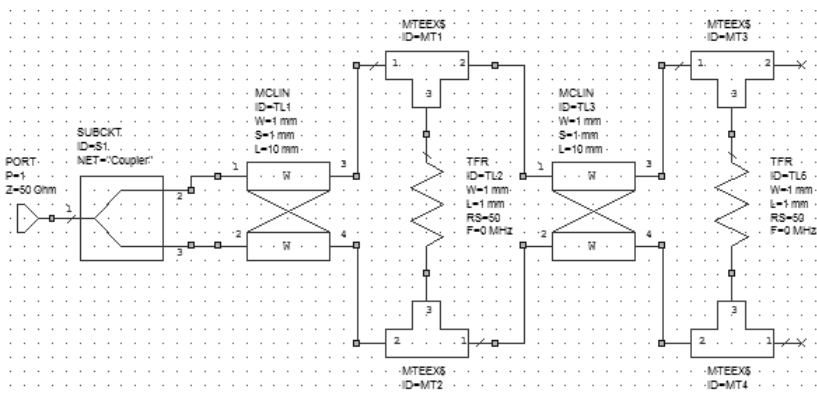

Рис. 1.4
3.13. Щелкните по значку **Paste** на панели инструментов и подключите скопированную часть схемы к уже имеющейся, как показано на рис. 1.4.